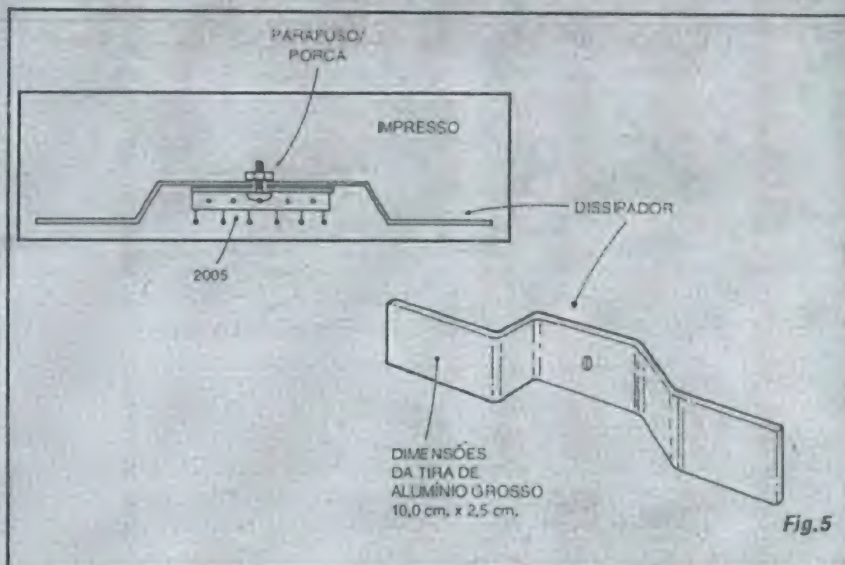

Fig.5
- FIG. 5 - O DISSIPADOR DO 2005...